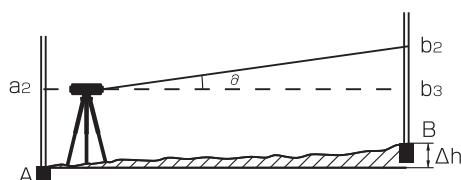

図13
(1) スタッフA・Bの中間に本機がセットされていますので、十字線に狂いがある場合は同じ量の狂いとなり、その狂いは相殺されます。従って高低差の値には影響を与えません。つまり b_3 の値は $a_2 - \Delta h$ となり、これが十字線の必要調整量となります。
(2) 接眼キャップを外し、十字線調整ネジを矯正針で $[(a_1 - b_1) - (a_2 - b_2)] < 3\text{mm}$ になるまで調整します。図13の場合、 b_2 の値は高すぎますので十字線調整ネジを少しうるめ、十字線を下げる下さい。逆に b_2 の値が b_3 より低い場合は十字線調整ネジを締めて十字線を上げて下さい。
(3) 6.3の手順で $[(a_1 - b_1) - (a_2 - b_2)] < 3\text{mm}$ になるまで繰り返し調整を行って下さい。